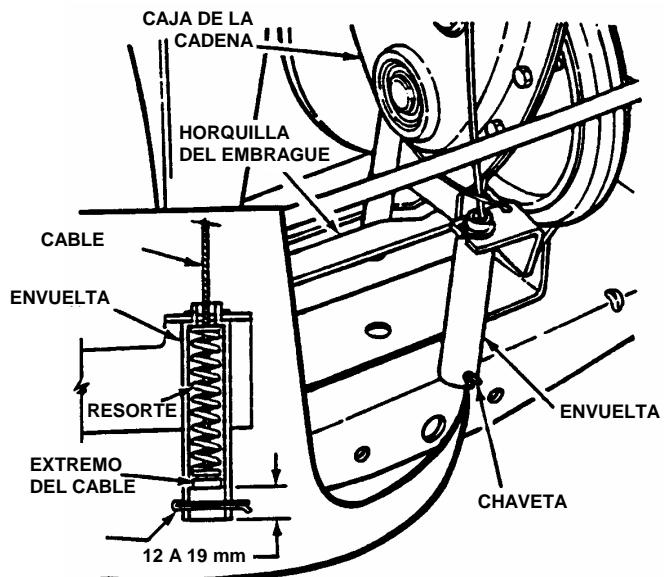
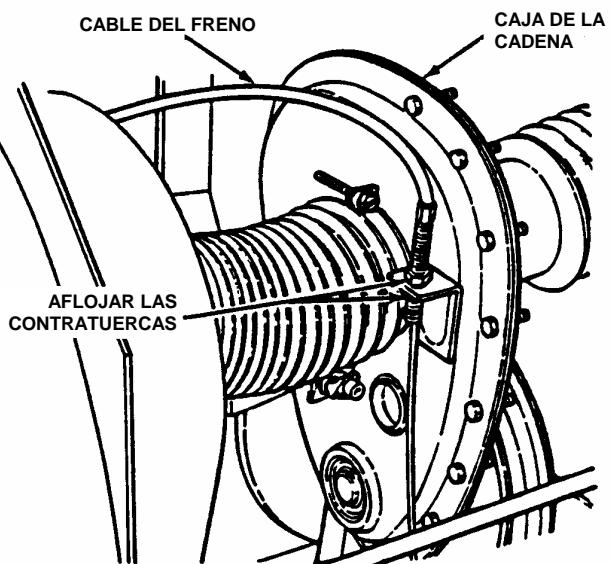

FIGURA 4.8
FIGURA 4.9
- Mida la distancia entre el extremo del cable del embrague/freno y el fondo de la envuelta. No debe medir menos de 12 mm y no más de 19 mm. Vea la figura 4.8.
- Si la medida es menor que 12 mm o mayor que 19 mm, afloje las dos contratuerzas. Vea la figura 4.9. Sujete el cable del embrague/freno al soporte de la caja de la cadena.
- Ajuste el cable hacia arriba o hacia abajo usando las contratuerzas para obtener la distancia de 12 a 19 mm entre el extremo del cable (el ajuste se muestra en el cuadro de la figura 4.8) y el fondo de la envuelta. Vea la figura 4.9.
5. Mueva la palanca de cambio a punto muerto (N).
6. Gire la horquilla del embrague (se muestra en la figura 4.9) hacia afuera con la mano y haga pasar la correa entre el disco impulsor y el disco de caucho impulsado.